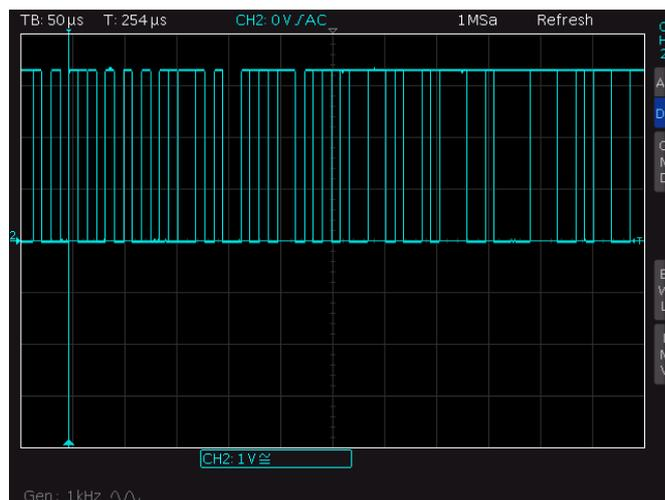

Abbildung 31: Darstellung eines Bussignals mit zufälligen Trigger-Punkten
► Stellen Sie das Oszilloskop so ein, dass Sie die einzelnen Bitlängen eines Bursts des Bussignals gut erkennen können, siehe auch Abbildung 31.